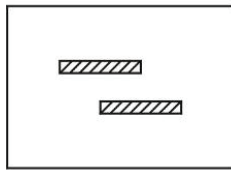
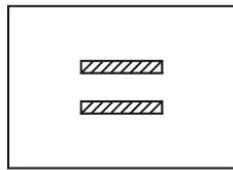
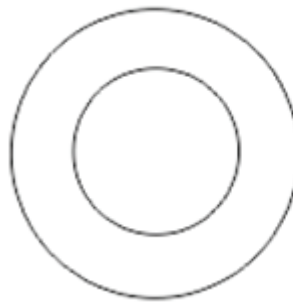

Figure 52
Figure 53
Figure 54
Si le patient n'a pas de presbytie, définissez les résultats de la phorie testée à un point éloigné de l'ouverture. Si le patient souffre de presbytie, mettez les résultats sur le test du point proche. Réglez la carte de point proche à 40 cm et tournez le bouton de l'objectif auxiliaire ②① pour régler l'œil droit à 6ΔU afin que les rangées de lettres soient complètement séparées. Si le patient a une phorie horizontale, cela sera montré comme Fig.52. Tourner le prisme rotatif ①② à l'autre œil, avec l'échelle 0 vers le haut. (voir Fig.54) Tournez le bouton de rotation du prisme ①① de sorte qu'il n'y a pas de différence entre les yeux gauche et droit et, à ce moment, l'échelle du prisme rotatif indique la puissance du prisme (voir fig.53).